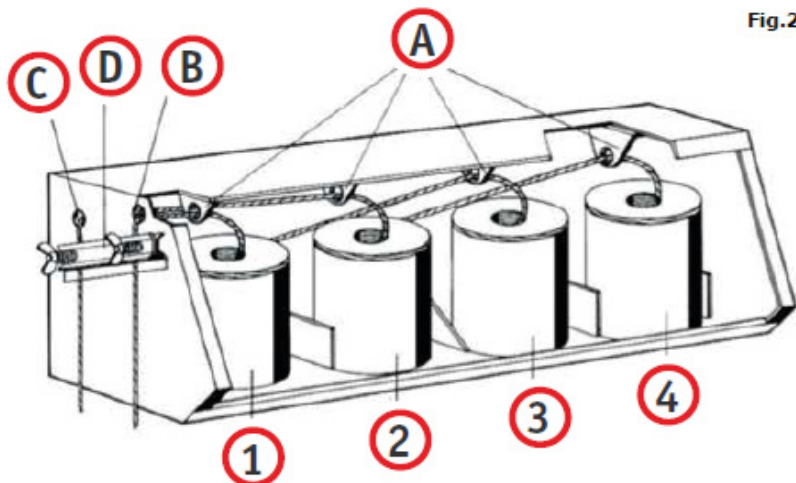

Fig.2
3. COMO SE SUGIERE EN LA FIG. 2:
Tome ambos extremos de las bobinas que salen de los orificios (C) y (B) (Fig. 2) y pongalos dentro de la guía para hilo (P) para el brazo y entonces dentro de la primera guía de hilo (Q) situada en la protección de la aguja. Después de esta operación, tome los extremos por separado y ponga cada uno dentro de las guías (R) para cada aguja, después póngalos dentro del ojo de cada aguja y átelos a la barra transversal inferior de la cámara.